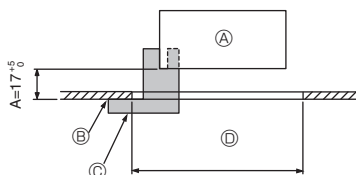
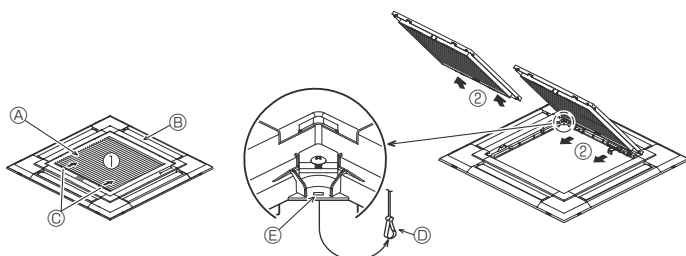
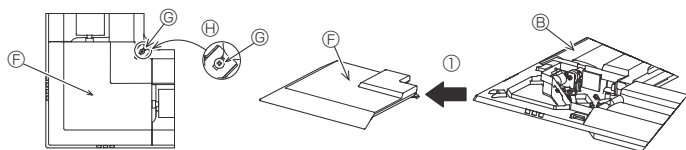

Fig. 9-2
Fig. 9-3
Fig. 9-4
①	Grille	1	950 × 950 (mm)
②	Schéma d'installation	1	(divisé en 4 parties)
③	Télécommande sans fil	1	pour PLP-6EALM
④	Support de la télécommande	1	Fournie s'il s'agit d'un modèle avec télécommande sans fil.
⑤	Piles LR6 AA	2	Fournie s'il s'agit d'un modèle avec télécommande sans fil.
⑥	Vis autotaraudeuses 3,5 × 16	2	Fournie s'il s'agit d'un modèle avec télécommande sans fil.
9.2. Préparation avant d'attacher la grille (Fig. 9-2)
- À l'aide de la jauge ② fournie avec ce kit, ajustez et vérifiez la position de l'appareil principal par rapport au plafond. Si l'appareil principal n'est pas correctement positionné par rapport au plafond, des fuites d'air peuvent se produire et provoquer un phénomène de condensation.
- Ⓓ Schéma d'installation ② (inséré dans l'appareil principal)
9.2.1. Retrait de la grille d'admission (Fig. 9-3)
- Pour ouvrir la grille d'admission, faire glisser les leviers dans le sens indiqué par la flèche ①.
- Lorsque la grille se trouve en position "ouverte", retirer la charnière de la grille d'admission comme indiqué par la flèche ②.
9.2.2. Retrait du panneau en coin (Fig. 9-4)
- Dévissez les 4 vis de coin. Pour retirer le panneau, faites-le glisser dans le sens indiqué par la flèche ①.
[Fig.9-3] [Fig.9-4]